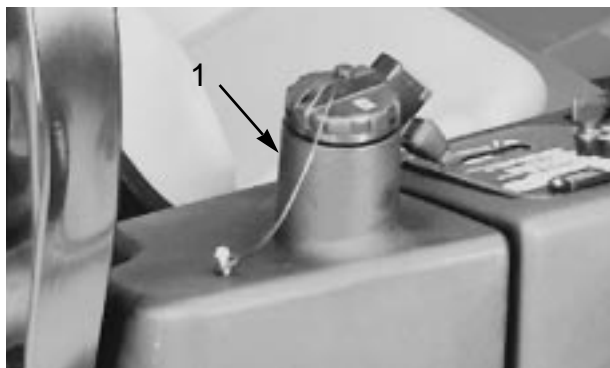

図 54
3. タンク (図54) に油圧オイルを入れる。容量は約13リットル (17ページ「油圧オイルを点検する」を参照)。